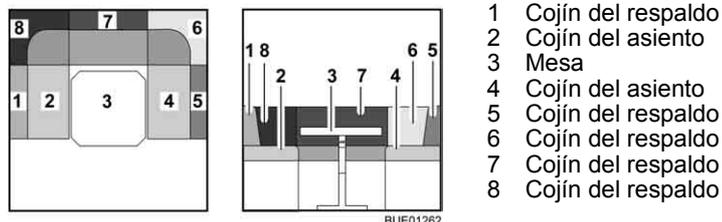

Fig. 75 Antes de la transformación
- Transformar la mesa (Fig. 75,3) en base de cama (véase apartado 6.11).